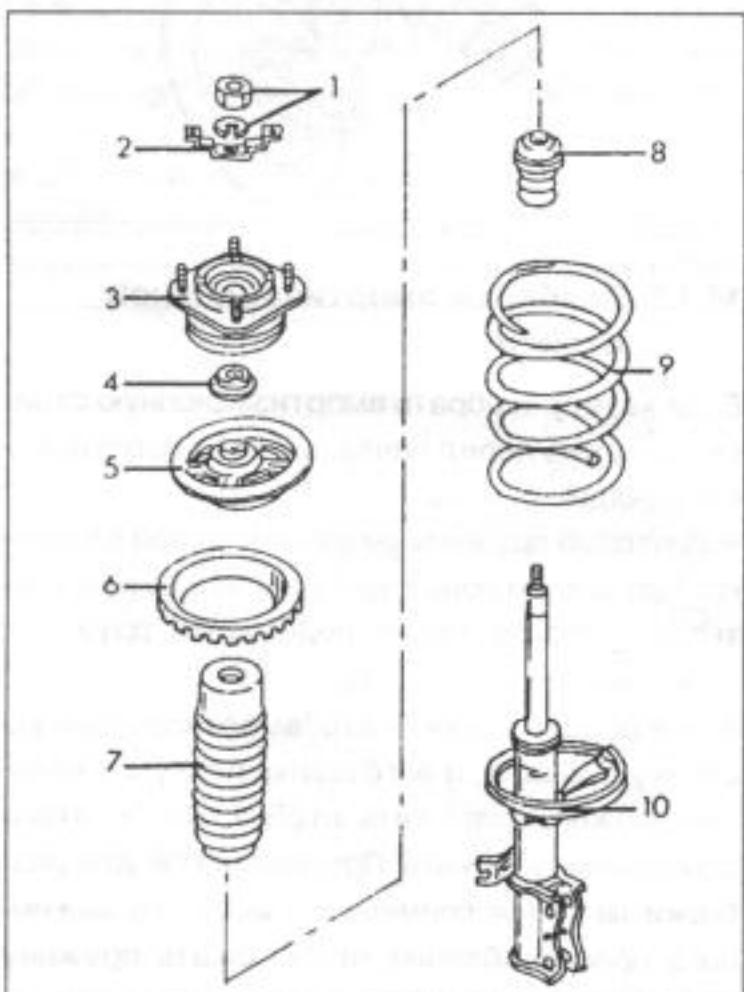

Рис.183.
- Все детали верхней опоры вынуть, после этого винтовую пружину вынуть из амортизационной стойки. Если должна быть установлена та же пружина, нужно обозначить положение установки, если пружину заменяют, нужно установить новую пружину на то же самое место, что и предыдущая. Детали показаны на рис.183. Если пружина устанавливается опять и не нужно устанавливать другую пружину, можно оставить пружину в зажимном устройстве.